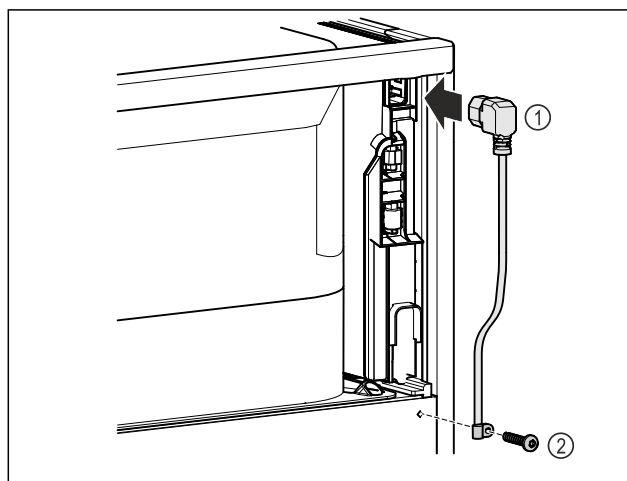

Fig. 40
- Inserire la presa del frigorifero del cavo di alimentazione Fig. 40 (1) sul retro dell'apparecchiatura.
- Montare il serracavo. Fig. 40 (2)